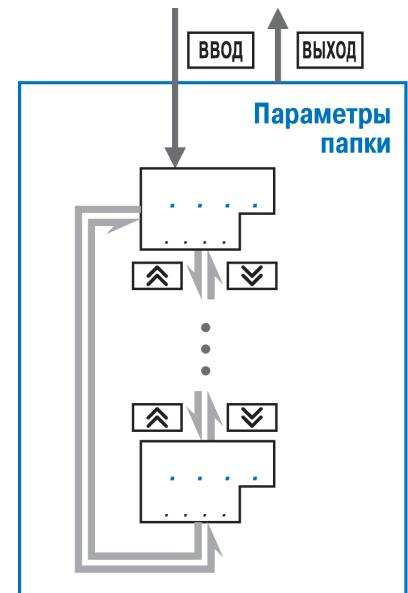

Рисунок 12.4 - Перемещение между параметрами
- Перемещение между параметрами (см. рисунок 12.4) осуществляется кнопками и () (циклически в любую сторону). При этом мигает имя параметра на ЦИ1.